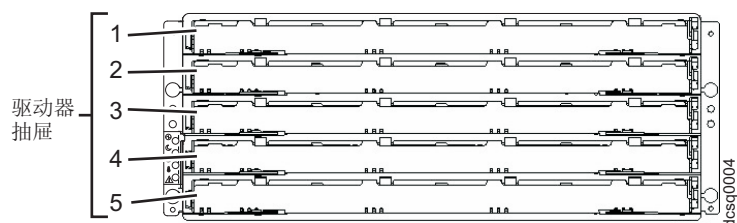
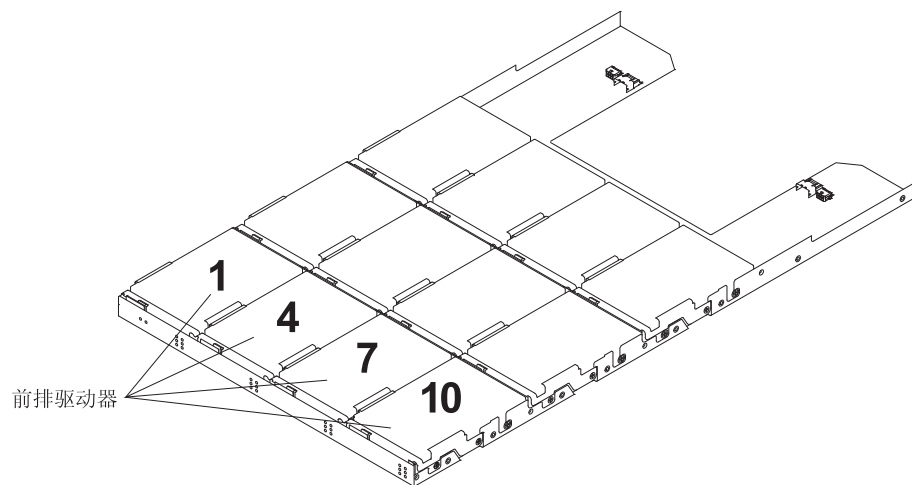

图 2. DCS3700 的热插拔驱动器抽屉
图 3. DCS3700 的驱动器抽屉
DCS3700 存储子系统和 DCS3700 扩展机柜均具有 5 个可拆卸的驱动器抽屉，可以从机柜前部来操作这些抽屉（请参阅图 2）。每个驱动器抽屉最多可包含 12 个磁盘驱动器（请参阅图 3）。当完全填充驱动器抽屉时，DCS3700 最多可支持 60 个 DDM。
**要点：** 每个驱动器抽屉内的安装顺序是逐排从左到右进行安装。必须在插槽 1、4、7 和 10 中安装驱动器，以确保有足够的气流流向驱动器（请参阅图 3）。要验证这些插槽，请参考所有五个驱动器抽屉前面的覆盖图。确保每一排中的四个驱动器彼此相邻。每个驱动器的长边缘必须接触到其相邻的驱动器。为保持所有驱动器抽屉间的气流一致，必须将存储扩展机柜配置为至少有 20 个驱动器，5 个驱动器抽屉的前排均具有 4 个驱动器。